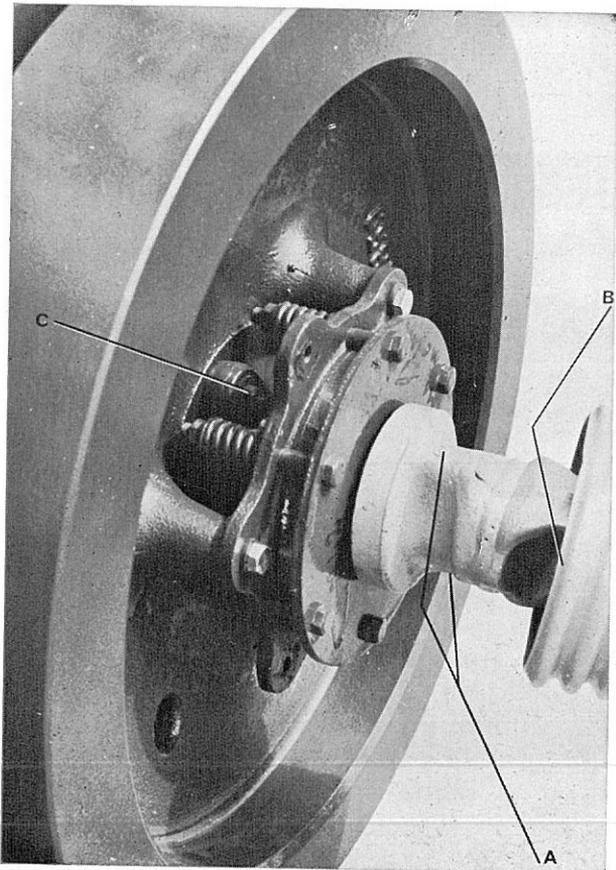

FIG. 13
— chevilles de roue libre de la prise de force (huile fluide) ..... A fig. 13
- Joint de cardan AR ..... B fig. 13
Lubrifier les chevilles d'entraînement du dispositif de roue libre A fig. 13 par quelques gouttes d'huile légère (2 à 3 gouttes par jour en période d'utilisation).
Le boulon de sûreté du volant C fig. 13 protège contre tout dommage le réducteur, le piston et les autres pièces s'y rapportant. C'est un boulon spécial 8 mm x 50 mm, qui est fourni avec la presse (Réf. 211 824).